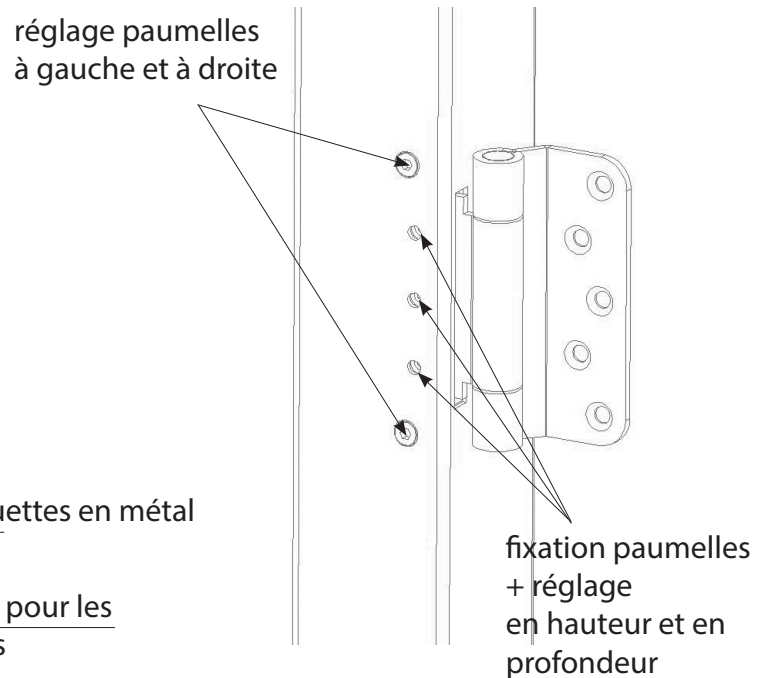

figure 5
- Mettez la porte dans l'huisserie. Les paumelles peuvent être réglées dans trois directions afin d'éviter un frottement éventuel de la porte (figure 5).